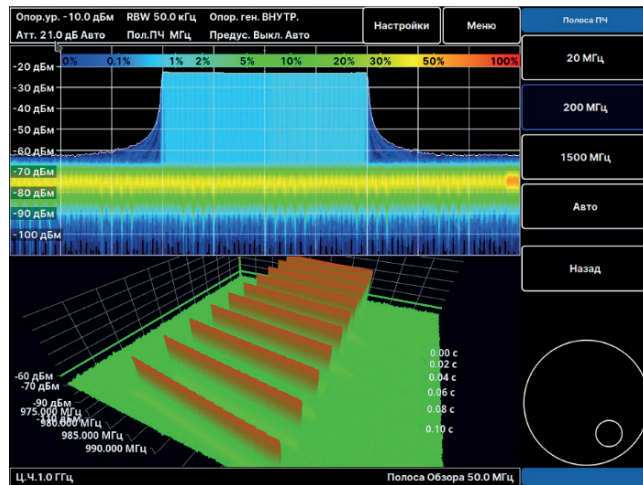

Рис. 77. Выбор полосы тракта ПЧ
**Полоса ПЧ / IF BW** – выбор полосы тракта ПЧ (Рис. 77);